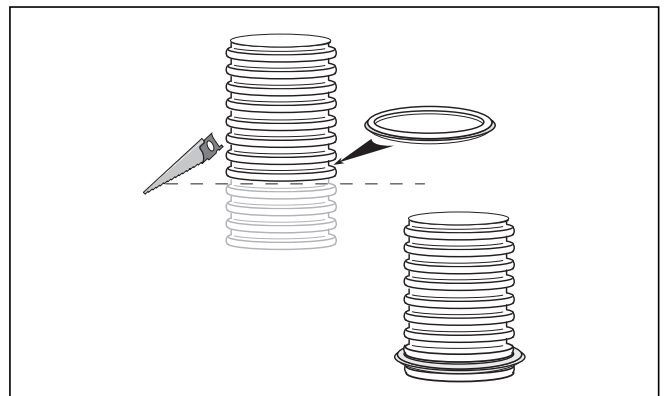

Abb. 5.33 Flexible Abgasleitung kürzen und Dichtung montieren
Legen Sie zunächst die Gesamtlänge nur überschlägig fest. Sicherheitszuschlag bei geradem Schacht: mindestens 50 cm, bei versetztem Schacht: mindestens 70 cm je Versatz. Kürzen Sie die flexible Abgasleitung (siehe Abbildung 5.33) erst dann, wenn Sie sie an der Schachtmündung befestigen.
- Montieren Sie anschließend die Dichtung in der untersten unbeschädigten Rille der Abgasleitung (siehe Abbildung 5.33).